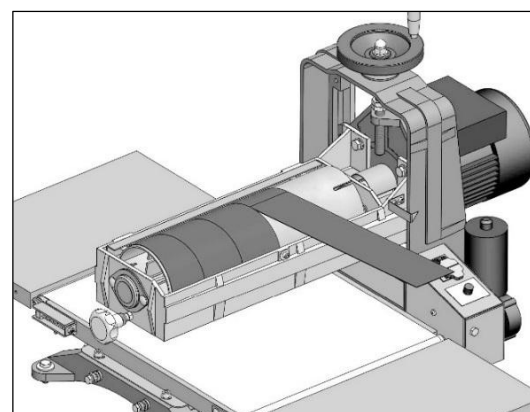

Рисунок 32.
- Удерживая полосу одной рукой, другой рукой вращайте барабан от себя и наматывайте ленту на барабан (рис. 32).